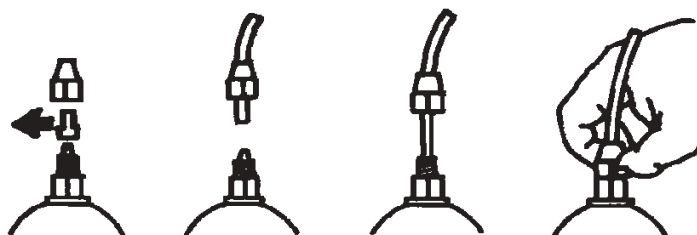

Fig. 7
- e.- Sfilare la due capsule di protezione dai raccordi, inserire fino in fondo i tubetti sui relativi attacchi conici e bloccarli con le apposite ghiera di fissaggio (Fig. 7).